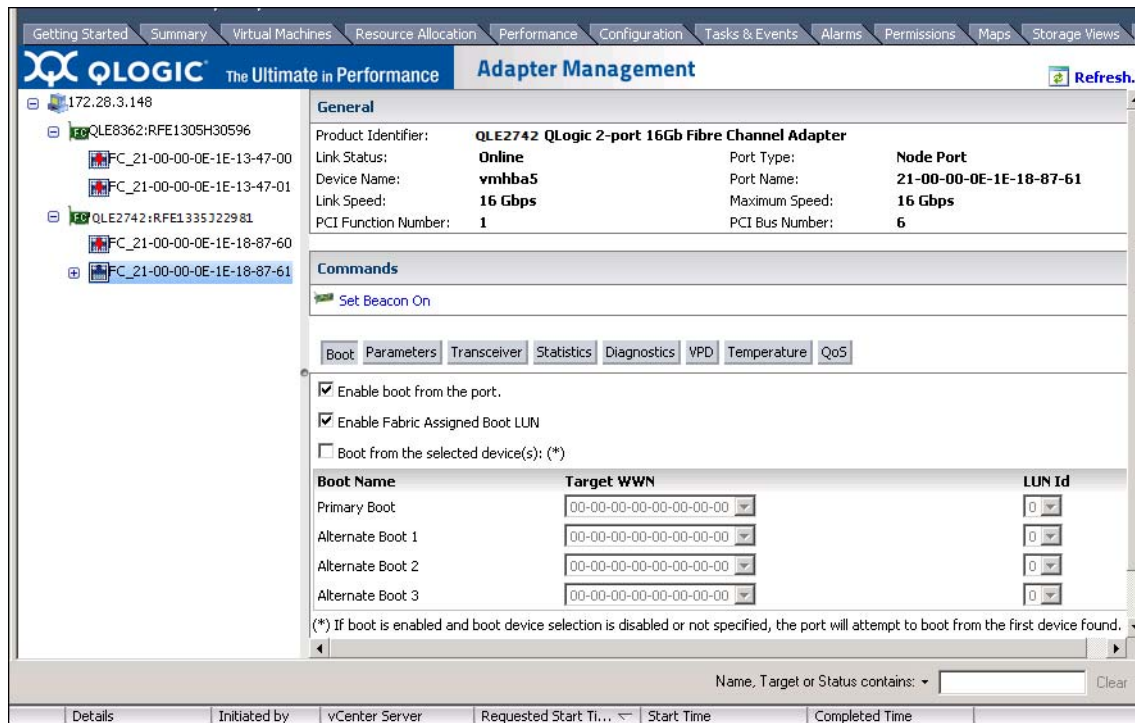

Figura 3-29. LUN de inicialização atribuído à malha no QConvergeConsole VMware vCenter Server Plug-in
4. Na página Boot Device Selection (Seleção do dispositivo de inicialização), marque a caixa de seleção **Enable Fabric Assigned Boot LUN** (Habilitar LUN de inicialização atribuído à malha). A Figura 3-29 mostra um exemplo.